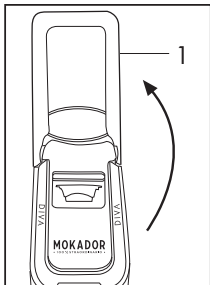
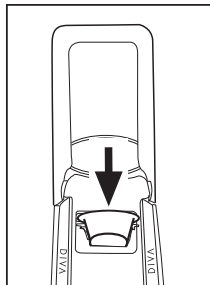

Fig. 6
Fig. 7
- Klappen Sie den Steuerhebel (1) langsam nach oben (**Abb. 6**) und setzen Sie eine Kapsel in die vorgesehene Öffnung ein. (**Abb. 7**)